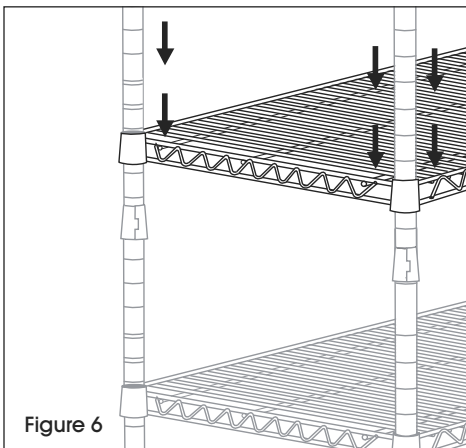

Figure 6
4. Determine the height of the next shelf, snap on supports then add and secure shelf. Repeat Step 4 to add the remaining shelves. (See Figure 6)
4. Déterminez la hauteur de la tablette suivante, enclenchez sur les supports, puis ajoutez et fixez la tablette. Répétez l'étape 4 pour ajouter les tablettes restantes. (Voir figure 6)